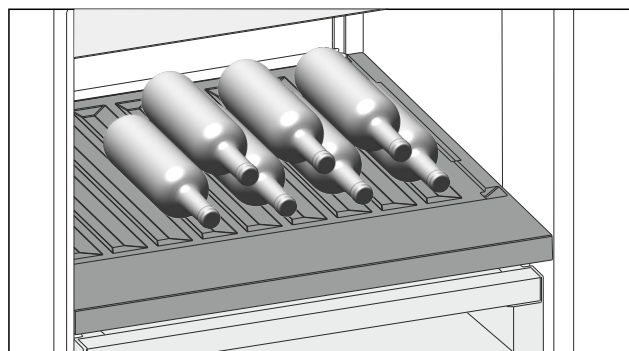

Fig. 125
- Inserire le bottiglie con il fondo rivolto verso la parte posteriore. (vedere Fig. 125)